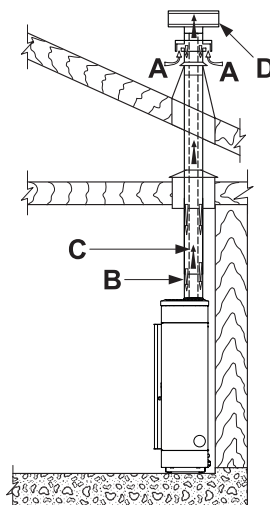

Fig. 5.5
- canalizzare l'aria comburente sfruttando un tubo di scarico coassiale per l'espulsione dei fumi ed il prelievo dell'aria; pertanto non è necessario fare una classica presa d'aria nel locale (fig. 5.5 A,B=Ingresso aria C,D=Uscita fumi);
Nel caso di installazione di una stufa a pellet della serie "Ermetica" è possibile utilizzare uno specifico tubo coassiale che consenta sia l'espulsione dei fumi che la canalizzazione dell'aria comburente dall'esterno (fig. 5.5 A,B=Ingresso aria C,D=Uscita fumi).